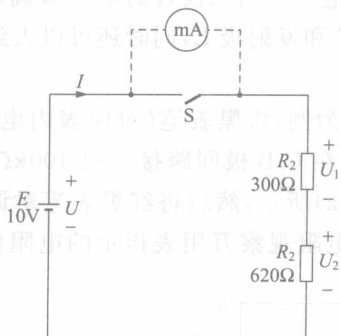

图 1.5 直流电压、电流的测量
测量电路如图 1.5 所示。
① 调整直流电源 E 的输出电压为 10V。在接线时要切断直流电源的开关。
② 连接图 1.5 所示的电路。
③ 接通直流电源 E 的开关。
④ 接通开关 S , 用万用表的直流电压挡测量电源电压 U 和电阻电压 U_1 、 U_2 。
⑤ 断开开关 S , 用万用表的直流电流挡测量电流。
⑥ 断开电源,用万用表的欧姆挡测量 R_1 、 R_2 ,记录在表 1.2 中。